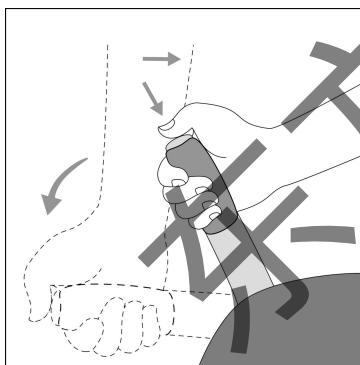

图 5 驻车制动器操纵杆使用示意图
- 6.4.2 操纵驻车制动器操纵杆时, 将杆柄向后拉紧, 观察驻车指示灯亮起; 放松时, 先将操纵杆稍向后拉, 然后大拇指按下杆头按钮, 再将杆向下推送到底, 见图 5, 观察驻车指示灯熄灭。其他驻车制动器操作方法参照车辆产品使用说明书。